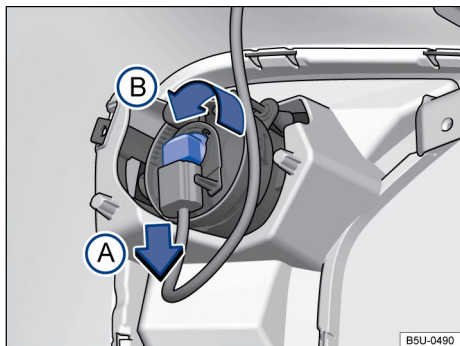

Fig. 137 Detrás del paragolpes delantero: acceso a la lámpara incandescente del farol de neblina.
- ❶ Observar la lista de control y ejecutar las acciones → pág. 155.
- ❷ Desencajar el conector de alimentación de la lámpara → fig. 137 en el sentido de la flecha A, y presionar, al mismo tiempo, la traba de fijación del conector.
- ❸ Girar el portalámparas → fig. 137, en el sentido antihorario de la flecha B, y desencajarlo del alojamiento.
- ❹ La lámpara del faro antiniebla está fijada en el portalámparas, debiendo cambiarse el conjunto de lámpara y portalámparas
- ❺ Cambiar la bombilla quemada por una bombilla nueva del mismo modelo.
- ❻ Posicionar el nuevo conjunto de lámpara y portalámparas en el alojamiento.
- ❼ Presionar el portalámparas hasta el tope y girarlo en sentido horario.
- ❽ Cerciorarse de que el portalámparas esté correctamente fijado en el conjunto.
- ❾ Encajar el conector de alimentación de la lámpara.